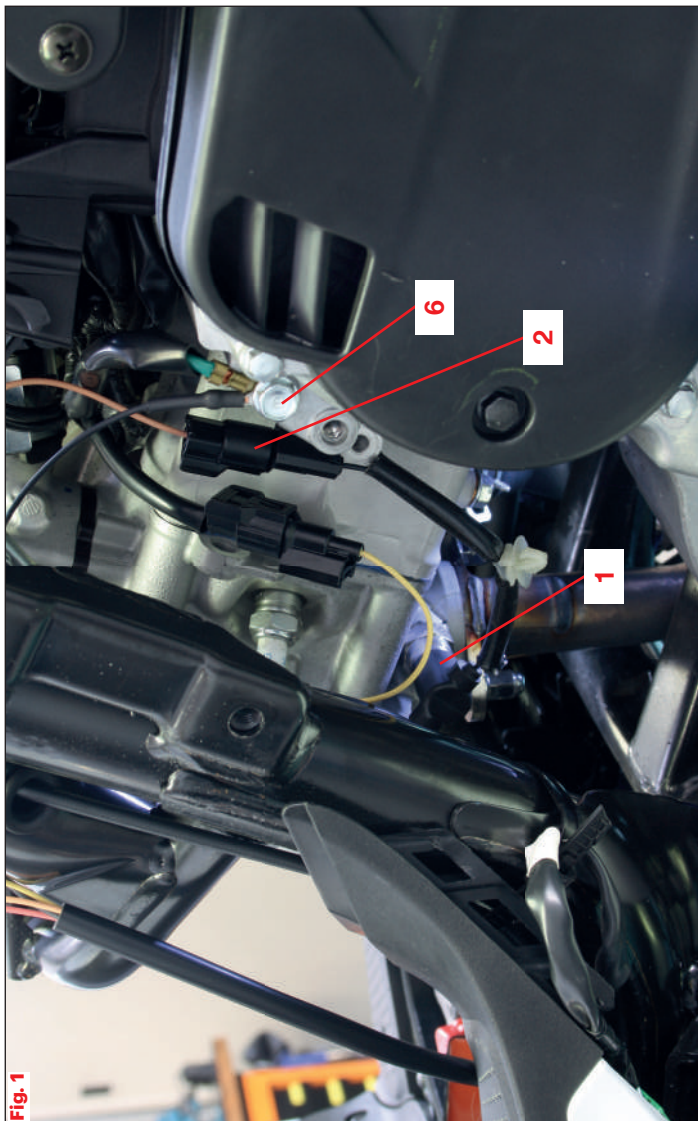

Fig. 1
- Individuare nella testa del veicolo la sonda lambda **1 (Fig. 1)**.
- Collegare l'occhiello sopra al nodo di massa **6** posizionato sul carter motore **(Fig. 1)**.
- Locate the lambda sensor **1** on the vehicle head (**Fig. 1**).
- Please connect the eyelet to the ground node **6** located on the crankcase (**Fig. 1**).
- Trouver la sonde lambda **1** sur la culasse du véhicule (**Fig. 1**).
- Connecter l'œillet sur le nœud de masse **6** positionné sur le carter (**Fig. 1**).